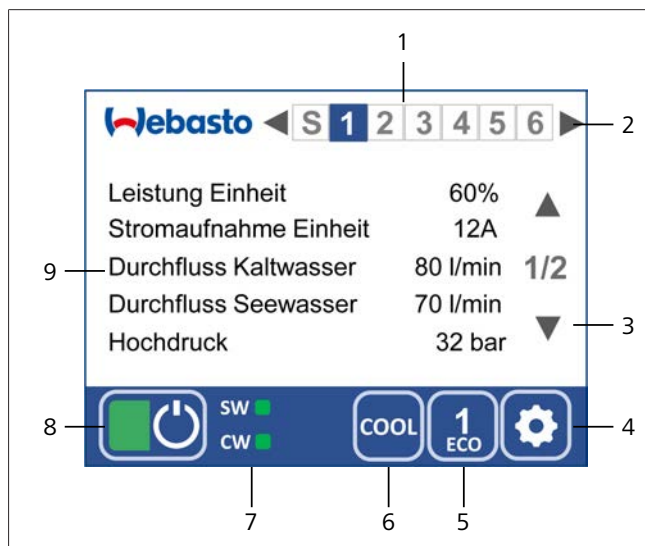

Fig. 2 Schermata iniziale
Per cambiare visualizzazione utilizzare i tasti freccia nella barra di stato superiore (Fig. 2, pos. 2).